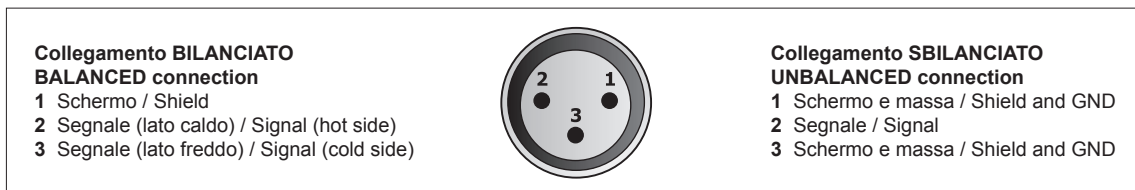

Fig. 3.2.1
Alle prese microfoniche è possibile collegare microfoni dinamici bilanciati o sbilanciati dotati di spina XLR: i collegamenti a queste prese sono riportati nella Fig. 3.2.1. Ogni ingresso microfonico dispone di un proprio controllo di livello per dosare opportunamente l'ampiezza dei vari segnali.
It is possible to connect dynamic balanced/unbalanced microphones with XLR plug to the microphone sockets: the connections to these sockets are shown in Figure 3.2.1. Each microphone input has its own level control for adjusting the amplitude of the various signals suitably.
Alla presa XLR **MIC.3 (17)** è possibile collegare microfoni di tipo dinamico e ad elettrete con alimentazione Phantom; i collegamenti a queste prese sono riportati nella Fig. 3.2.1. In alternativa al microfono, è possibile collegare alla presa **IN UNITS** una o più postazioni microfoniche preamplificate **MBT 1101**. **Per il collegamento di questa postazione, è INDISPENSABILE utilizzare cavi schermati di tipo STP CAT5.E.** La regolazione del livello d'uscita è disponibile al controllo frontale (2).
It is possible to connect a dynamic or electret microphone with a Phantom power supply to the **MIC.3** XLR socket (**17**). The connections to these sockets are shown in Fig. 3.2.1. As an alternative to a microphone, it is also possible to connect one or more **MBT 1101** pre-amplified microphone stations, enabling messages to be sent to one or more listening zones, to the **IN UNITS** socket. **It is ESSENTIAL to use shielded cables of the STP CAT5.E type for connecting this station.** The output level can be controlled from the front panel (2).
I collegamenti a queste prese sono riportati nella Fig. 3.2.1.
The connections to these sockets are shown in Figure 3.2.1.